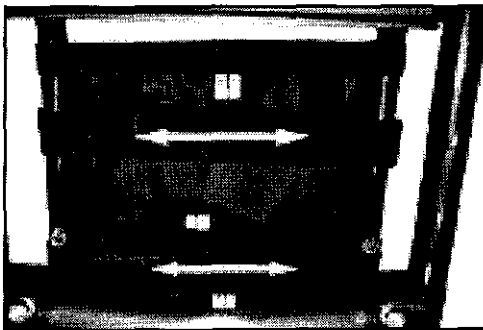

Fig. 6
1) Tensado del tapizado del asiento Micro Bambino (Fig. 6 y 7)